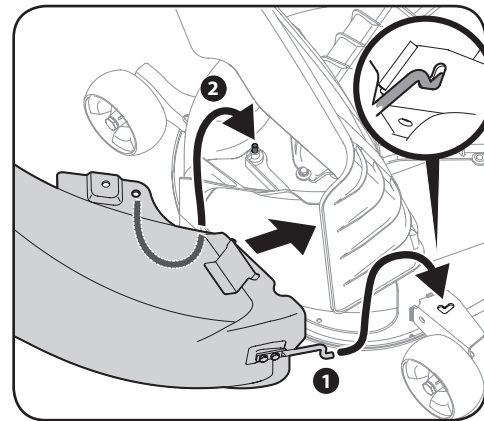

Figure 4-31
5. Avant l'assemblage, décollez les autocollants adhésifs de la feuille et appliquez-les sur les faces intérieures des supports de suspension de poids gauche et droit, comme indiqué à la Figure 4-31.